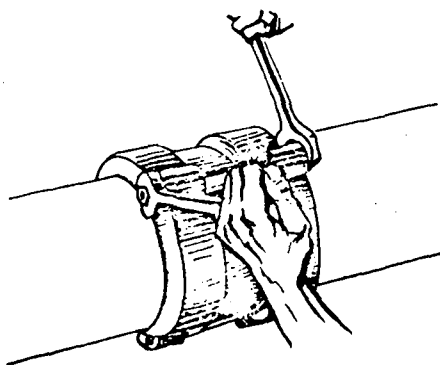

FIG. 9
13.º Passo — Coloque e dê o aperto nos parafusos (fig. 9).